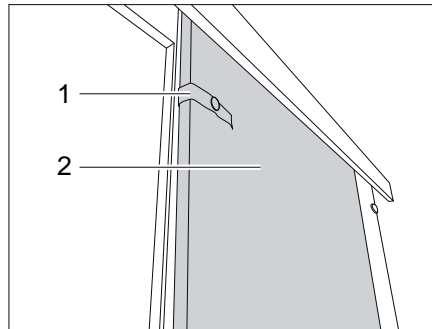

Bild 149 Schiebetür
- Das mit Sicherungsband (Bild 149,1) lösen.
- Schiebetür (Bild 149,2) in Schließstellung ziehen.
- Schiebetür (Bild 149,2) in die Öffnungsposition führen.
- Schiebetür mit dem Sicherungsband (Bild 149,1) befestigen.